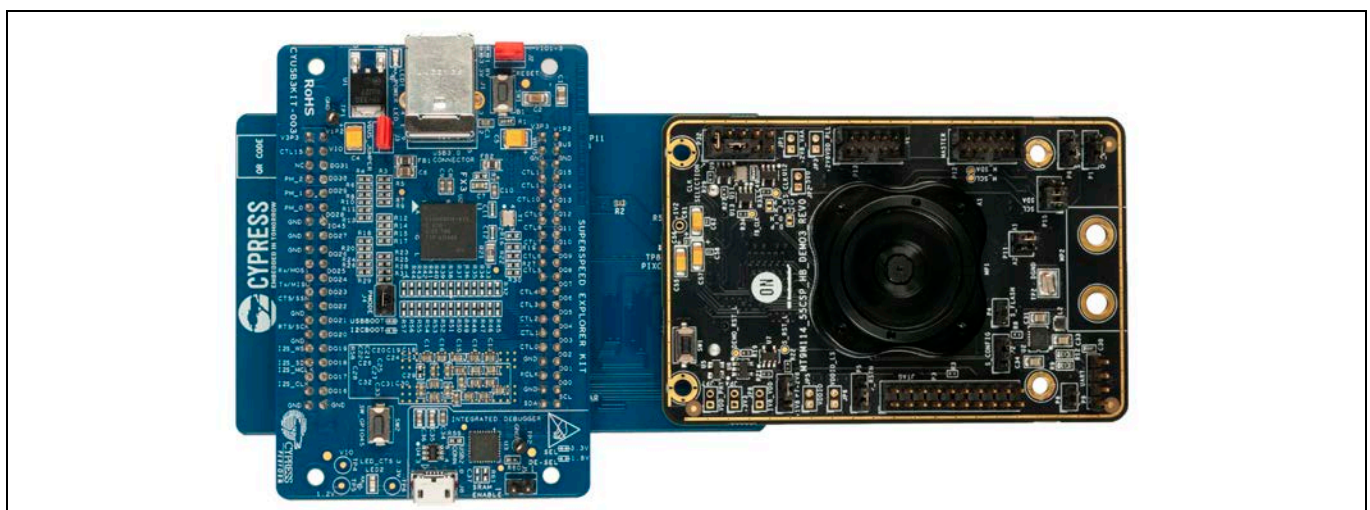

Figure 48 SuperSpeed Explorer キット、ON Semiconductor イメージセンサー相互接続およびセンサー基板の組み立て
2. Figure 48 に示すように、SuperSpeed Explorer キット、相互接続基板、および ON Semiconductor イメージセンサー基板を組み立てます。